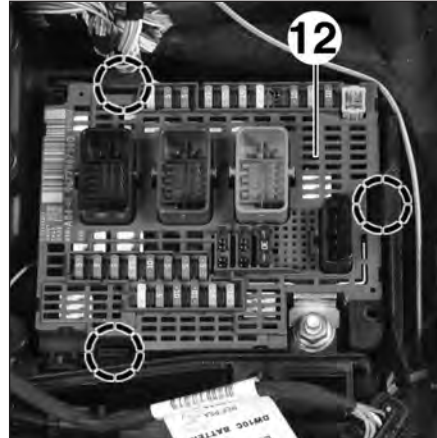

FIG.106
- Dégrafer le boîtier de servitude moteur (12) et l'écarter (Fig.106).